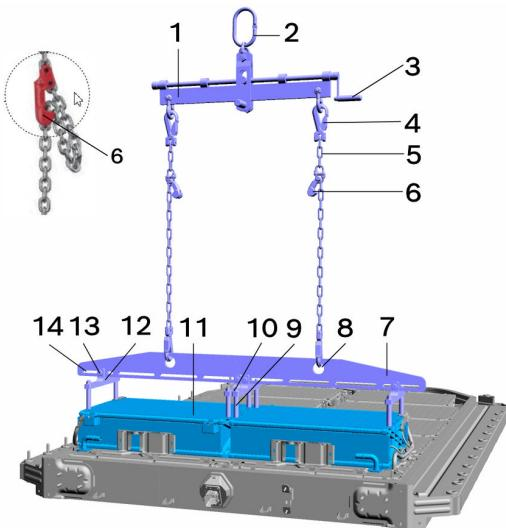

Bild 7: Lyft av ett par av batterimoduler
- Använd förkortningskrokarna (6) för att justera längden på kedjeslingorna (5) enligt Bild 7.